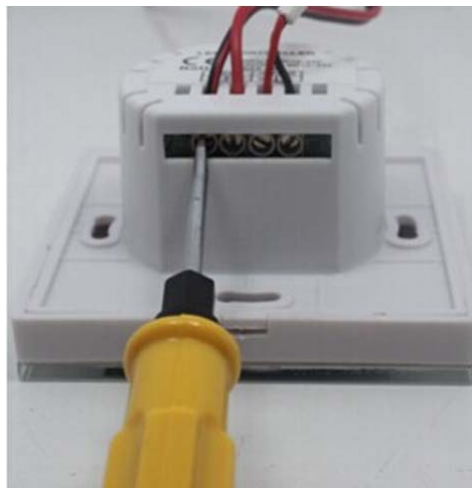

Рис.2. Подключение проводов
- 3.3. Подключите блок питания к входу **INPUT** диммера (Рис.2.), соблюдая полярность.